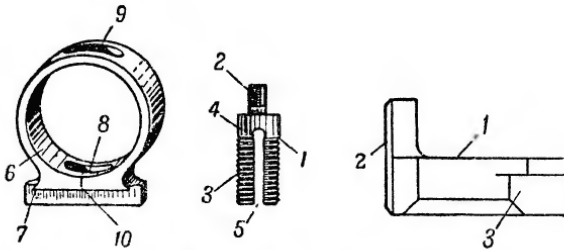

Рис. 8. Мушка с намушником:
**9. Мушка с намушником** (рис. 8) служит для наводки винтовки в цель. Мушка имеет стержень, нарезной конец для соединения с намушником, квадратную часть для ключа при завинчивании и отвинчивании мушки и разрез для прочного удержания мушки в намушнике. Намушник имеет трапецевидный выступ для крепления в пазу надульника, нарезное отверстие для стержня мушки, верхнее отверстие для ключа и риску на передней плоскости для отметки правильного положения мушки на выступе надульника.